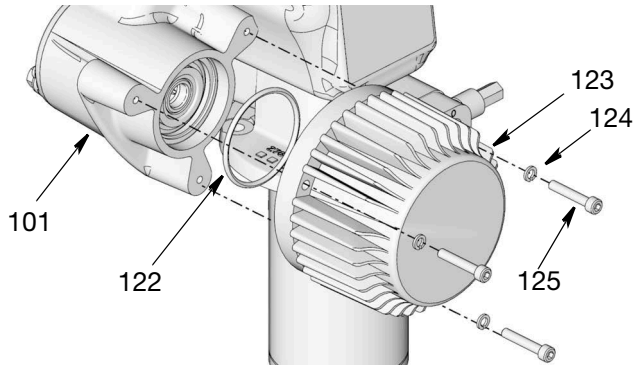

図 58
9. モーター (123) をギアボックスハウジング (101) に固定しているネジ (125) とワッシャー (124) を取り外します。モーターを取り外します。O リング (122) がモーターとともに取り外されていることを確認します。(図 58)。